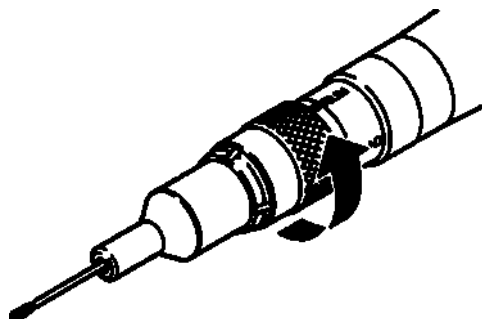

Рис. 3 – Фиксация режущего аксессуара
- 2.3. Поверните кольцо блокировки в блокирующее положение (Рис. 3).